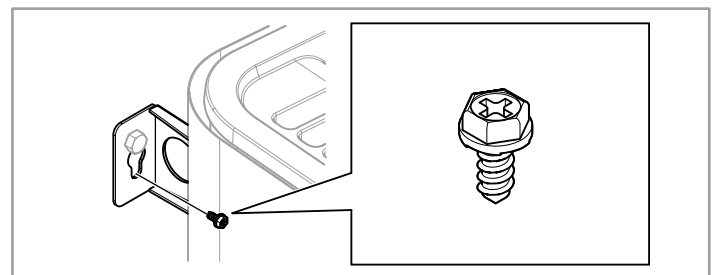

Fig. 14 : Vis de fixation du support
- Immobiliser le poêle au moyen de la vis de fixation, voir la figure 14.